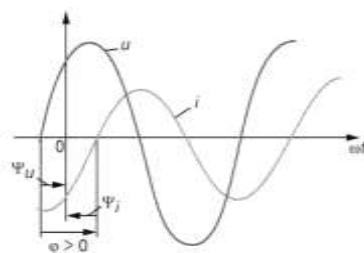

Рис. 6.1
• в ветвях с реактивными элементами L и C между напряжением и током возникает *фазовый сдвиг* $\varphi = \Psi_u - \Psi_i$ — где — начальная фаза тока (рис. 6.1). Угол φ (в рад или град) — алгебраическая величина, изменяющаяся в диапазоне от -90° ($-\pi/2$ рад) до $+90^\circ$ ($+\pi/2$ рад). Знак и величина угла зависят от типа и величины параметров последовательно соединенных элементов R , L и C ветви и частоты f напряжения.